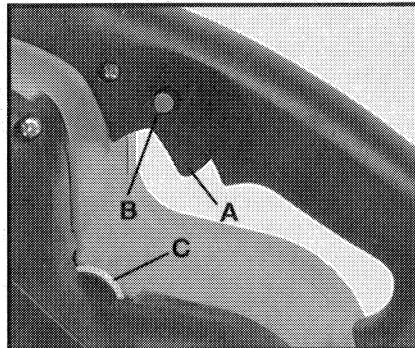

Fig. 2
2. Apriete el interruptor gatillo (A), Fig. 2, para arrancar el motor. Suelte el gatillo para detener el motor.
3. BOTÓN DE FIJACIÓN. Se proporciona un botón de fijación (B) para mantener en marcha el motor sin tener que sujetar el interruptor gatillo en la posición de encendido ("ON").
Se ajusta la velocidad con dar vuelta a la rueda de índice (C) Fig. 2. La posición del número 1 en la rueda provee la velocidad más baja (850 PSM) y el número 6 es para la velocidad más alta (1300 PSM). Se puede cambiar la velocidad con el motor en marcha o parado.